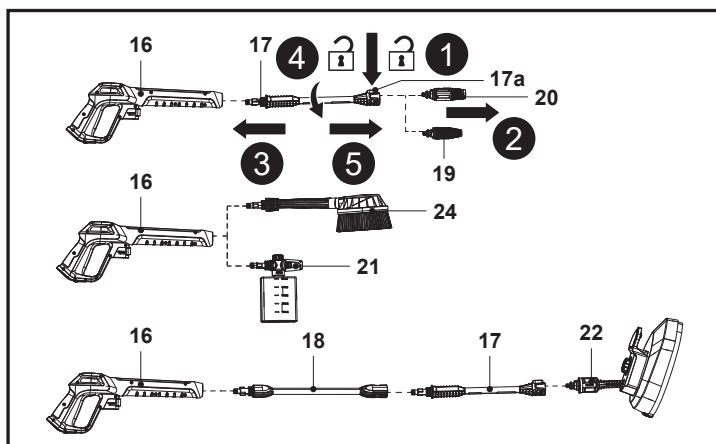

Rys. 5
1. Wyrównać i włożyć lancę przedłużającą (17) do gniazda pistoletu natryskowego (16) (rys. 5, krok 1).
2. Pchnąć i obrócić lancę przedłużającą (17) w prawo na pistolecie natryskowym (16), a następnie dokręcać ręcznie do momentu zablokowania (rys. 5, krok 2).
3. Wyrównać dwa wypusty dyszy z otworami lancy przedłużającej (17), a następnie włożyć dyszę turbo (19) lub dyszę wielofunkcyjną (20) do samego końca (rys. 5, krok 3).
4. Wyrównać dwa wypusty dyszy z butelką na detergent (21) lub szczotki obrotowej (24) z pistoletem natryskowym (16), a następnie wcisnąć dyszę z butelką na detergent (21) lub szczotkę obrotową (24) na pistolet natryskowy (16) i obrócić w prawo aż do zablokowania.
5. Szczotkę do tarasów (22) można zamontować na lancy przedłużającej (17), a następnie zamontować ją bezpośrednio na pistolecie natryskowym (16) lub za pośrednictwem drążka przedłużającego (18).